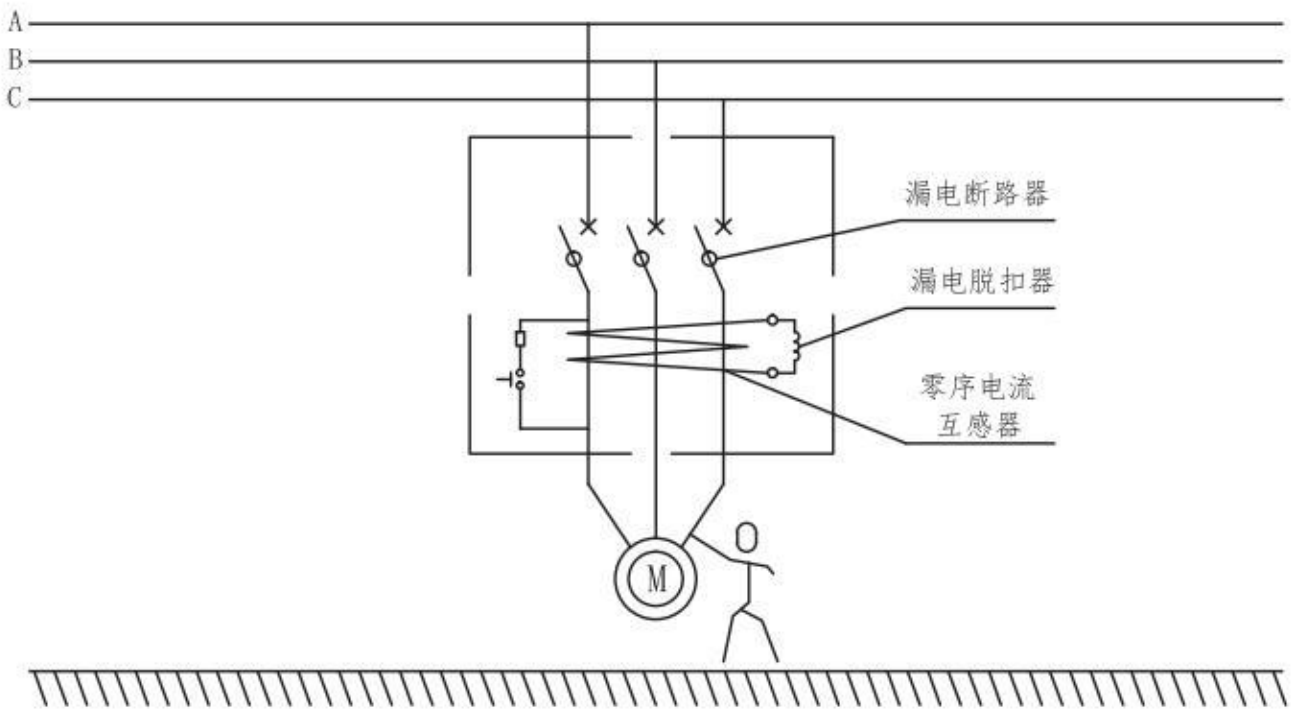

图1 工作原理图
5.2 当被保护电路中有故障电流或人身触电时, 只要故障电流达到整定动作电流值, 零序电流互感器的二次绕组的输出信号就触发可控硅导通, 并通过漏电脱扣器使剩余电流动作断路器动作, 从而切断电源起到故障电流和触电保护作用。工作原理图见图1。